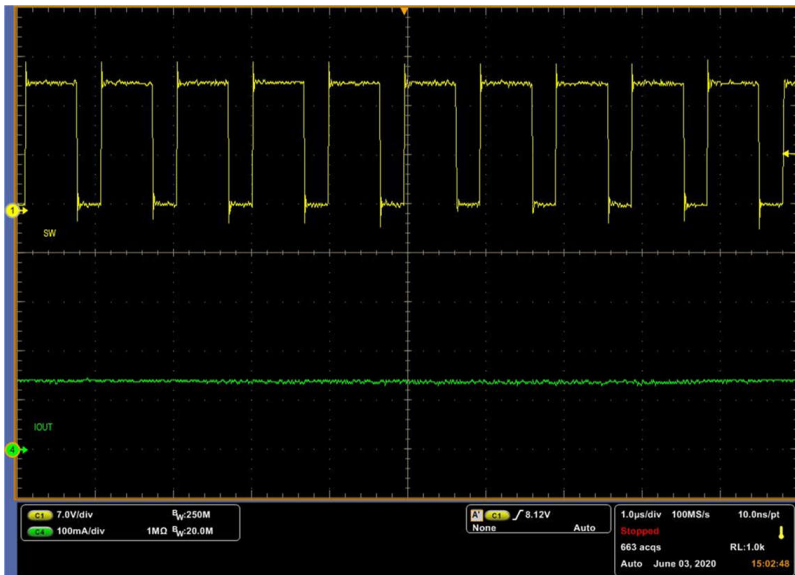
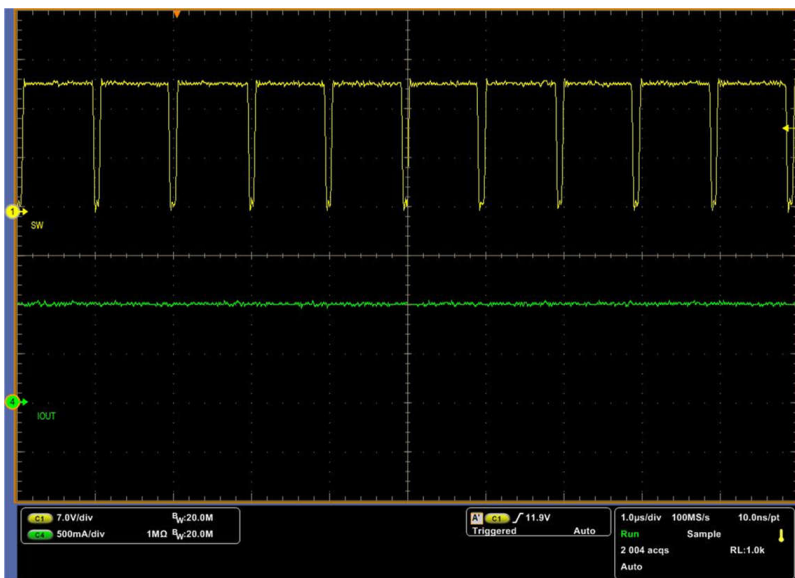
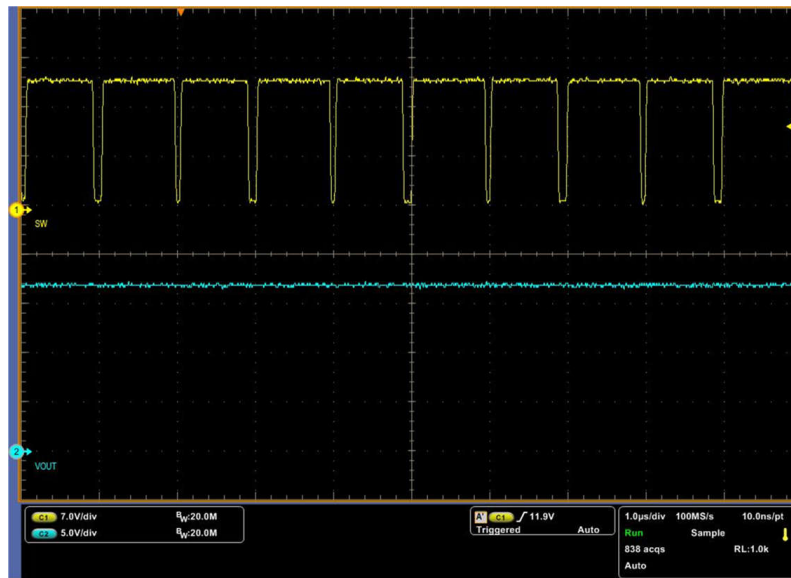

図 3-2. プリチャージ モードの定常状態
図 3-3. CC モードの定常状態
図 3-4. CV モードの定常状態
図 3-2 に、事前定電流 (Pre-CC) モードの定常状態を示します。図 3-3 に、定電流 (CC) モードの定常状態を示し、図 3-4 に定電圧 (CV) モードの定常状態を示します。青の曲線 (CH4) は出力電圧、紫の曲線 (CH1) はスイッチング周波数です。CV モードは、16.5V の出力電圧、0.5A の出力電流の条件でテストされています。CC モードは、出力電圧 15V、出力電流 1.0A の条件でテストされています。